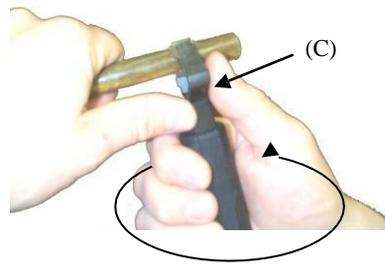

Fig. 4
**Paso 4.** (Fig. 4) Para un **corte longitudinal**, gire el mango de la herramienta 1/4 vuelta a la derecha y tire hacia el extremo del cable.
**Nota:** Mantenga esta posición de herramienta colocando el pulgar en el lado del marco de la mandíbula superior (C).